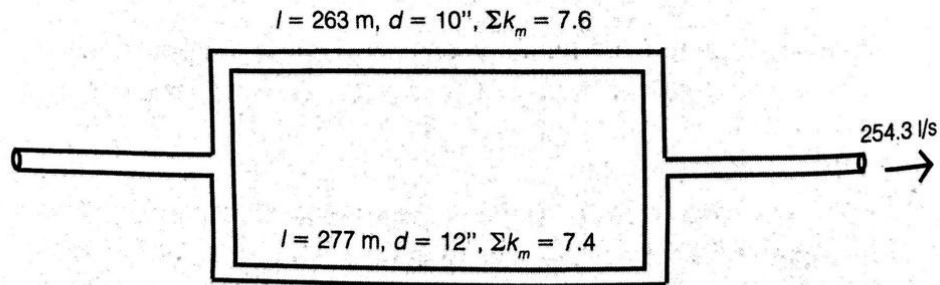

Figura P5.16
- 5.16** En la red matriz del sistema de distribución de agua potable del acueducto de Pereira, Colombia, se tiene el sistema en paralelo mostrado en la figura P5.16. El caudal total que debe pasar por éste es de 254.3 l/s y la presión en el nodo inicial es de 343 kPa. El material de ambas tuberías es asbesto-cemento. ¿Cuál es la presión en el nodo final? ¿Cuáles son los caudales por cada tubería?